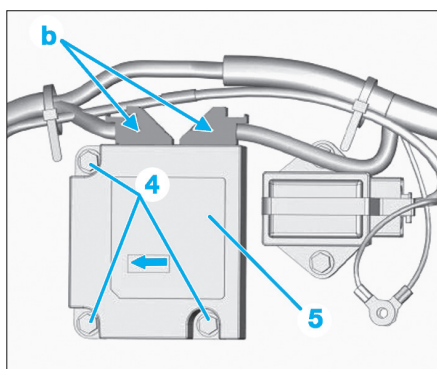

Fig. 20
• Débrancher les connecteurs (b) (Fig.20)
• Déposer les écrous (4) et le calculateur (5)